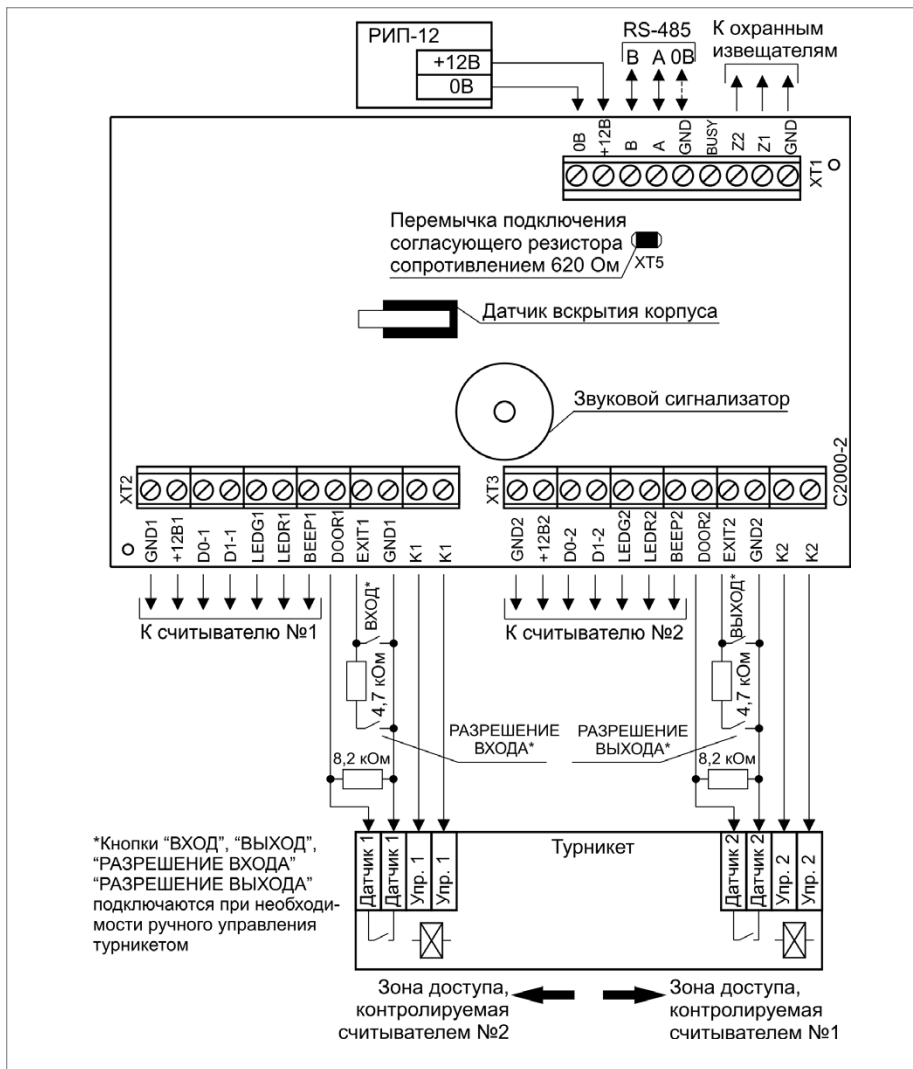
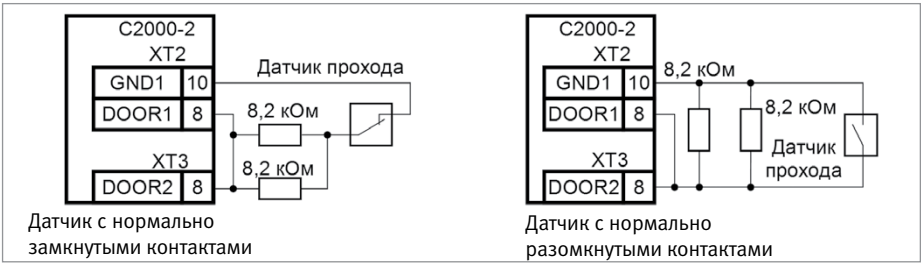

Рисунок 4. Схема подключения контроллера «С2000-2» в режиме «Турникет»
Рисунок 5. Схема подключения одного датчика прохода (проворота)
13. Подключение в режиме «Турникет» (Рисунок 4). Если турникет имеет один датчик проворота, срабатывающий при любом направлении прохода, то он подключается параллельно к соответствующим входам обоих каналов контроллера, как показано на Рисунок 5.